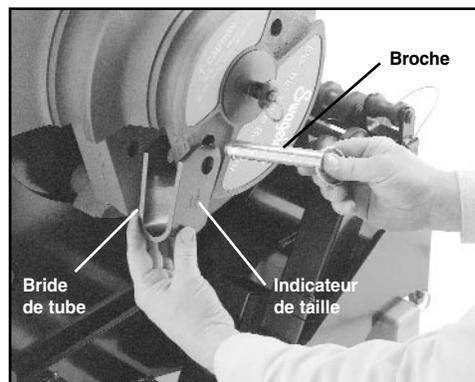

Figure 4
3. Sélectionner la bride de tube appropriée ; la taille de la bride est indiquée sur sa surface. Déterminer la taille du tube est indiquée sur le sabot de cintrage et attacher la bride du tube à l'aide de la broche, en s'assurant que l'identification de la taille est tournée vers l'extérieur (Voir la figure 4.)